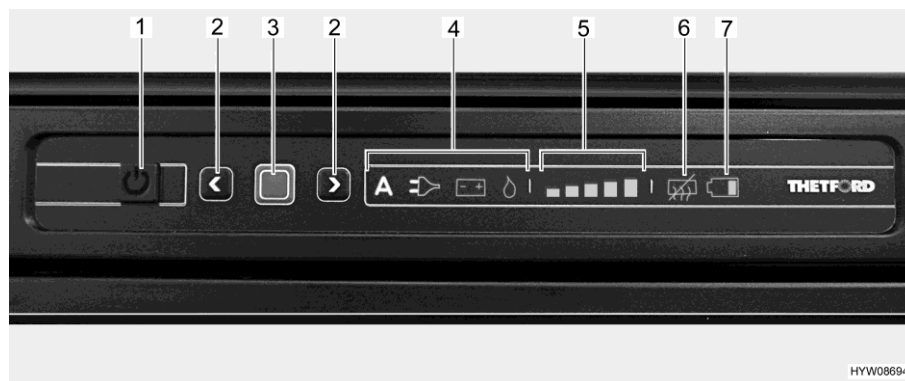

Bild 197 Lysdiodsreglage (kylskåp Thetford)
- Tryck på på/av-knappen (Bild 197,1) i en sekund. Knappen tänds med grönt ljus. Efter ca 10 sekunder dimmas indikeringen automatiskt för att spara ström.
- Tryck på bekräftelseknappen (Bild 197,3). Det sist valda driftläge visas.
- Tryck ned bekräftelseknappen (Bild 197,3) i cirka 2 sekunder. Symbolen för driftläge blinkar.
- Manuellt energival: Med pilknapparna (Bild 197,2) väljer du önskad energikälla.
- Automatiskt energival (endast för utförande med automatiskt energival): Välj driftläget "A" med hjälp av pilknapparna (Bild 197,2).
- Bekräfta valet med bekräftelseknappen (Bild 197,3).
- Tryck på bekräftelseknappen (Bild 197,3) igen. Kylnivåindikatorn (Bild 197,5) blinkar.
- Ändra inställningen genom att trycka på pilknapparna (Bild 197,2) tills önskad inställning visas.
- Tryck på på/av-knappen (Bild 197,1) i cirka 2 sekunder. Alla lampor släcks. Kylskåpet är avstängt.
När kylskåpet sätts på väljs automatiskt den sist valda termostatinställningen. Denna inställning kan ändras manuellt med pilknapparna (Bild 197,2). Det tar alltid några timmar innan man har en normal drifttemperatur i kylskåpet. Vid omkopplingen till ett annat driftläge, bibehålls termostatinställningen.